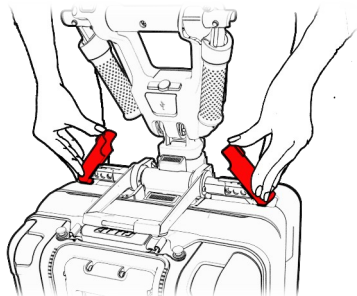

Figura 57
3. Cierre las dos palancas de separación hasta que hagan clic (consulte la Figura 57). En caso de que las palancas de separación requieran una cantidad significativa de fuerza para operar, aplique presión horizontal en la manija de la consola de conducción hacia el centro del ATTO. Esto liberará la presión sobre las palancas de separación y facilitará su cierre.